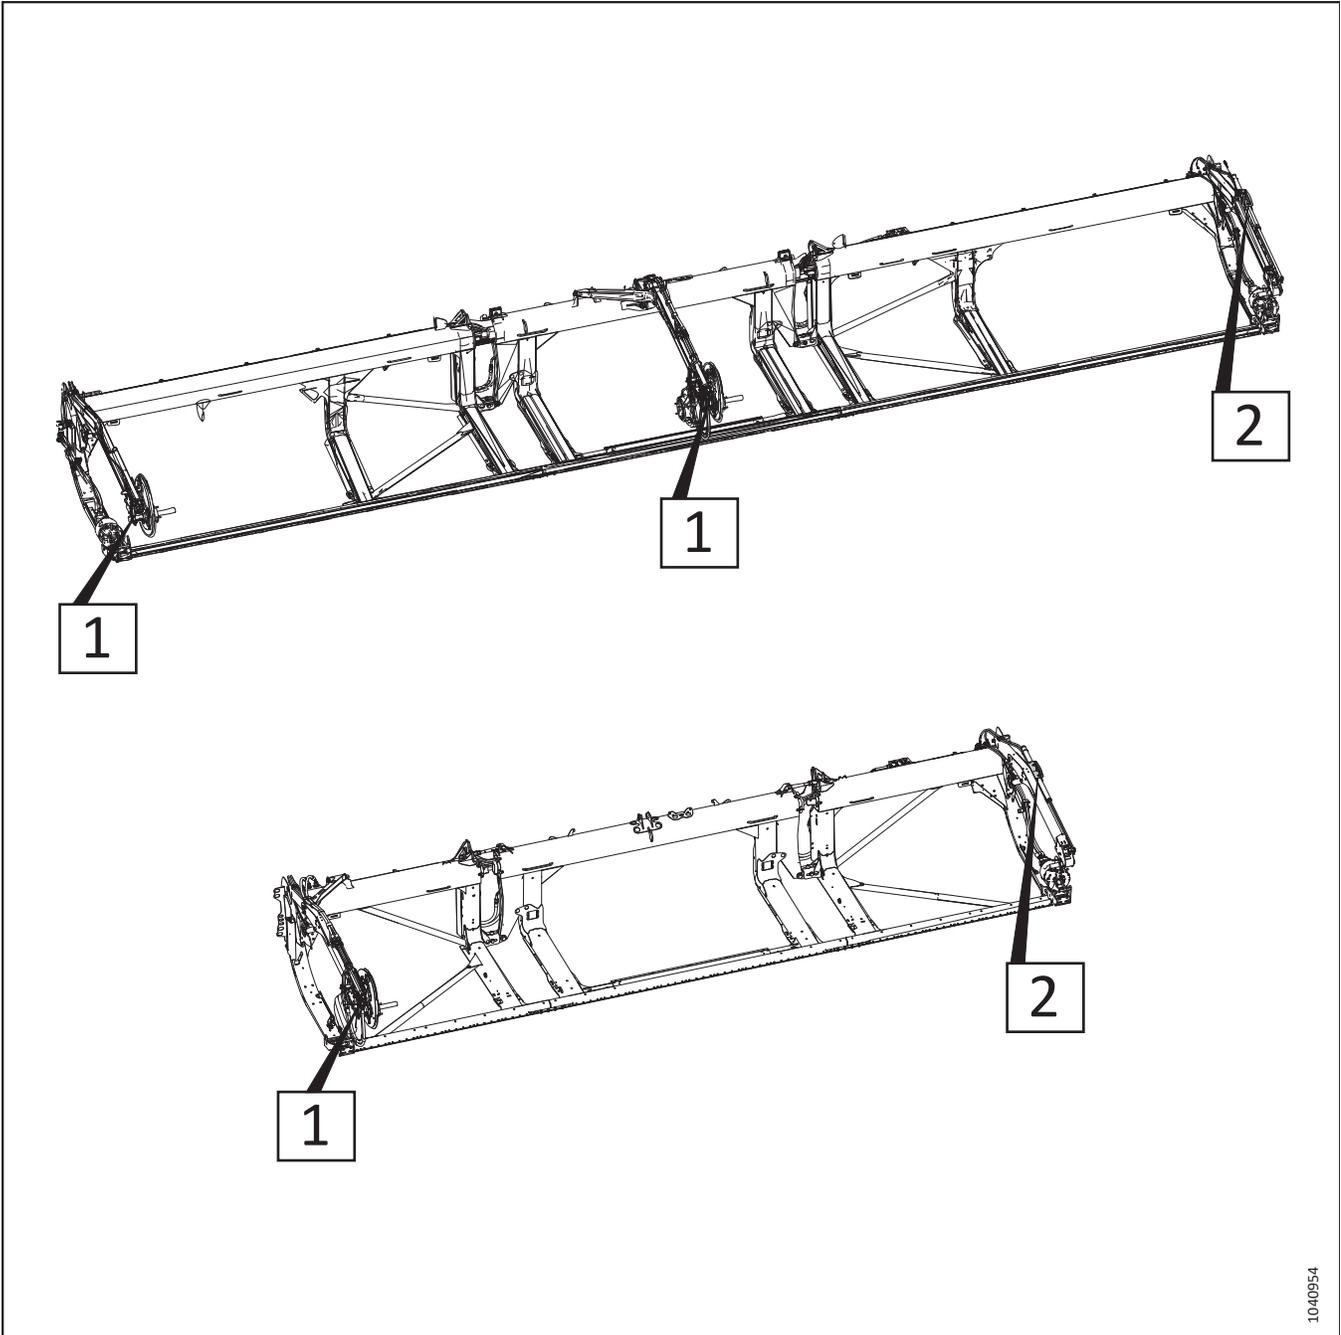

图 3.51: 可调前后移动油缸 – 程序参考编号
6. 参见图 3.51，页码 86，确定适合您的割台类型的前后移动油缸调整程序。图上的编号是指以下程序之一：